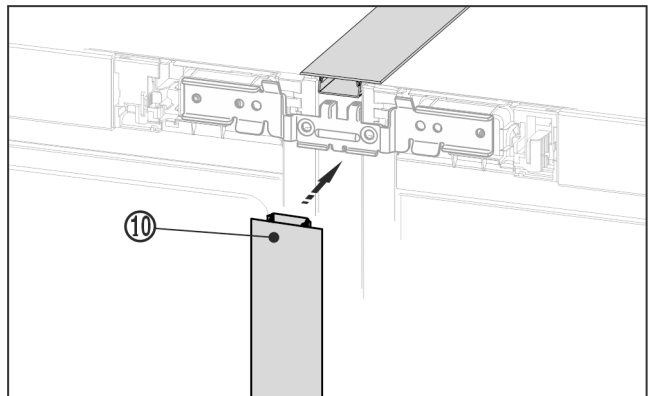

Fig. 23 *
- În partea frontală, presați profilul de mascare Fig. 23 (10) în fanta verticală. Aveți grijă ca profilul să se sprijine pe tabla de îmbinare.*